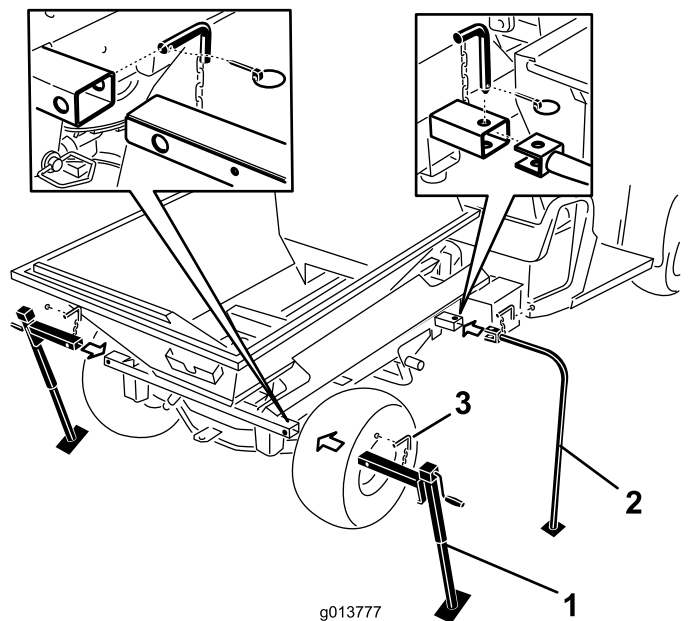

Figura 49
7. Insira os pés de armazenagem frontais e as bases de suporte traseiras nos tubos da máquina e prenda-os com os pinos de bloqueio (Figura 49).